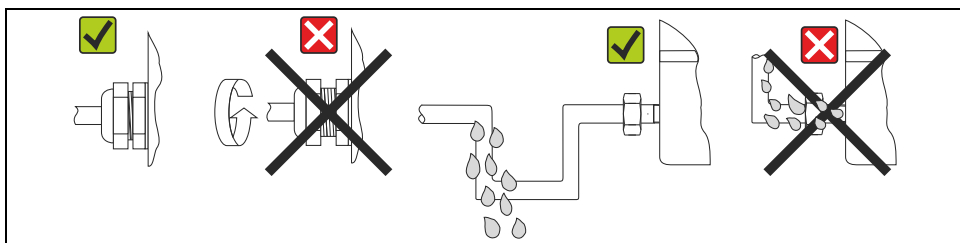

Abb. 4: Anschlusshinweise zur Einhaltung der Schutzart IP67
- Kabeleinführung fest anziehen (→ Abb. 4).
- Kabel vor der Kabeleinführung in einer Schlaufe verlegen ("Wassersack", → Abb. 4). Auftretende Feuchtigkeit kann so nicht zur Einführung gelangen. Montieren Sie das Messgerät möglichst so, dass die Kabeleinführungen nicht nach oben gerichtet sind.